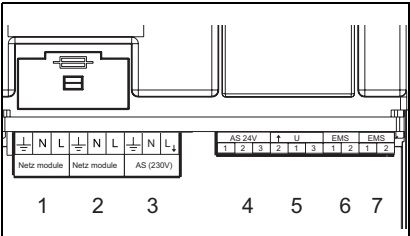
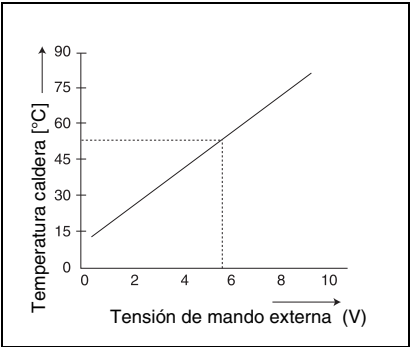

Fig. 2 Conexiones
Fig. 3 Diagrama de 0 – 10V
a) La conexión AS 24V (fig. 2, pos. 4): se trata de un contacto de conexión exento de potencial para señales de baja tensión hasta 24 V. Esta señal de avería puede ser leída por ejemplo por un sistema de gestión de edificios.
b) La conexión AS 230V (fig. 2, pos. 3): permite por ejemplo activar una bocina o un indicador de alarma. En caso de avería está conexión lleva una tensión alterna de 230 VAC.
El EM10 puede utilizarse como interfaz entre la caldera y por ejemplo un sistema de gestión de edificios. La señal de 0-10 VDC (fig. 2, pos. 5) permite elegir entre control por temperatura de caldera o por potencia (fig. 3).
Este tipo de regulación se activa si puentea las clavijas 1 y 3. Véase la fig. 2, pos. 5 y el esquema eléctrico en pág. 47. El EM10 convierte la señal de 0-10 V en una potencia nominal. Se trata de una relación lineal, véase la tabla 2.